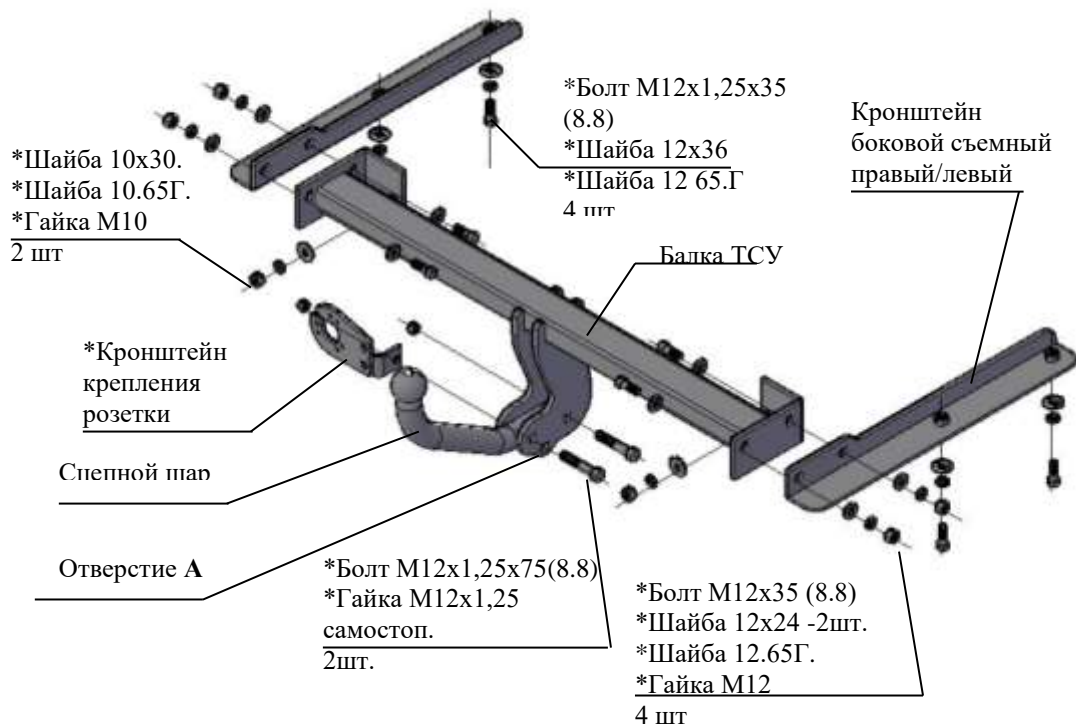

Рис.1 Тягово-сцепное устройство 9930
2.1 ТСУ 9930 в сборе (рис.1)	1 шт.
2.2 Пакет с комплектующими (см. рис.1)	1 шт.
4.3 Установить боковые съемные кронштейны ТСУ (правый и левый соответственно рис.1) внутрь лонжеронов а/м, закрепить к нижним полкам болтами М12х1,25х35, (используя приварные гайки), под головки болтов подложить шайбы 12.65Г и шайбы 12х36. Крепеж не затягивать.
4.8 Закрепить сцепной шар и кронштейн крепления розетки к кронштейнам шара болтами М12х1,25х75 и гайками М12х1,25 самостоп (предварительно кронштейн крепления розетки скрепить с уголком болтом М10х20 и гайкой М10 самостоп – на рис.1 условно не показано).